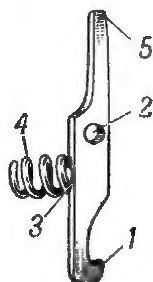

Рис. 18. Защелка спусковой скобы:
19. Защелка спусковой скобы (рис. 18) служит для крепления ударно-спускового механизма со ствольной коробкой. Она имеет: зуб, который заскакивает за выступ спусковой скобы, отверстие для оси, цилиндрическое